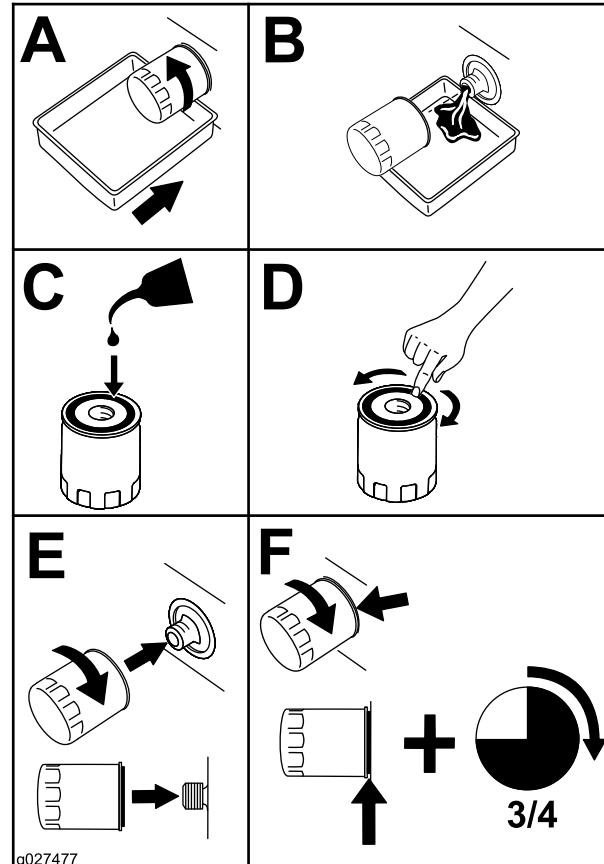

**Bild 45**
- Gießen Sie langsam ungefähr 80 % der angegebenen Ölsorte in den Einfüllstutzen und füllen Sie dann vorsichtig mehr Öl ein, um den Ölstand an die Voll-Markierung zu bringen (Bild 45).